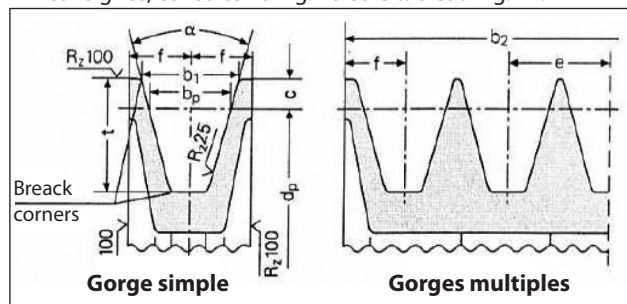

Fig. 10
- Utiliser des poulies pour courroies trapézoïdales avec les dimensions de la gorge prescrites/conseillées par le constructeur de la courroie utilisée. En l'absence de consignes, consulter la Fig. 10 et le tableau Fig. 11.